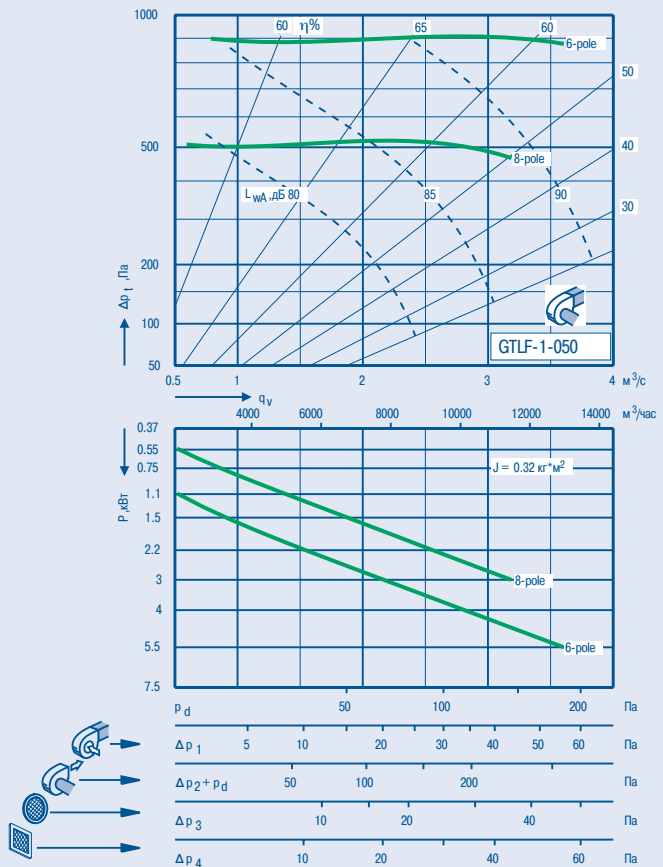

Рис. 9 Вентиляторная диаграмма вентилятора с непосредственным приводом
**Примечание.** В данном случае вентилятор будет монтироваться способом, отличающимся от показанного на вентиляторной диаграмме (рис. 9), поэтому необходимо добавить дополнительные перепады давления в виде потерь при соединении воздуховодов и аксессуаров. Эти дополнительные потери могут составлять несколько сотен паскалей и поэтому должны быть добавлены к внешнему перепаду давления в системе. Пример определения дополнительных потерь рассматривается в п. 2.
2. По шкале «Системные потери при соединении воздуховодов и аксессуаров» (см. рис. 9) определяются потери, которые должны быть прибавлены к перепаду полного давления в системе.
3. Точка с параметрами  $q=2 \text{ м}^3/\text{с}$  и  $\Delta p_t=700 \text{ Па}$  наносится на подробную вентиляторную диаграмму (см. рис. 9). Если рабочая точка попадает на вентиляторную кривую для стандартного количества полюсов двигателя, то вентилятор будет иметь требуемую производительность. Из диаграммы определяется скорость вентилятора ( $n$ ), КПД ( $\eta$ ), уровень звуковой мощности по шкале А ( $L_{WA}$ ) и потребляемая мощность ( $P$ ).
4. Если рабочая точка находится между двумя вентиляторными кривыми (как в данном случае), то она сдвигается вверх или вниз по рабочей линии до вентиляторной кривой (см. рис. 9). Рабочая линия имеет такой же наклон, что и линии КПД. В результате получается: